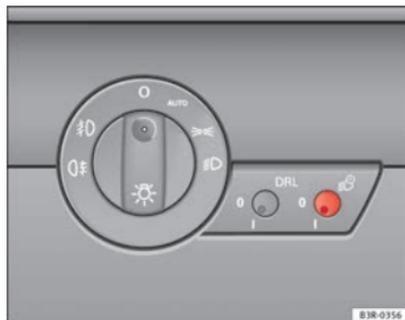

Fig. 86 Pormenor do painel de instrumentos: Funções coming home e leaving home
- Pressione brevemente o botão ⇒ Fig. 86 para o retirar da sua posição.